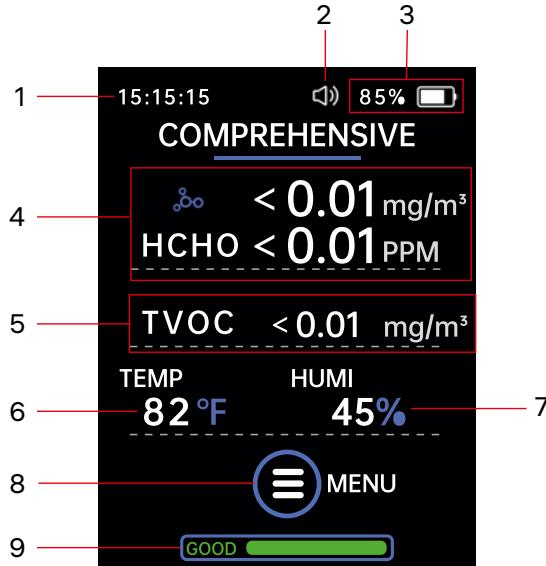
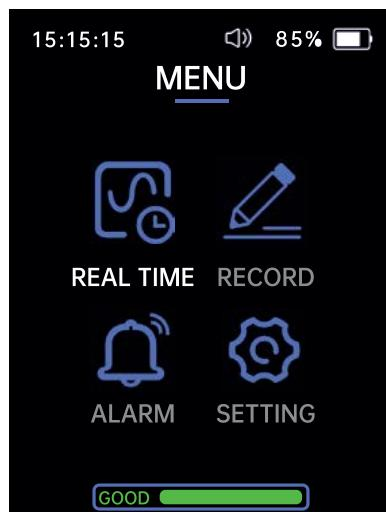

Рисунок 1
Рисунок 2
После включения питания на ЖК-экране (2) отображается время, громкость, состояние батареи, значения формальдегида (HCHO) и общего количества летучих органических соединений (TVOC), температура и влажность окружающей среды, а также индикатор качества воздуха (рис. 1). Нажмите кнопку «Меню» (6), чтобы войти в главное меню. Нажмите и удерживайте кнопку «Влево» (4) в течение 3 секунд для переключения между °C и °F. Нажмайте кнопки «Влево» (4) и «Вправо» (8) для перехода к функциям меню (рис. 2).